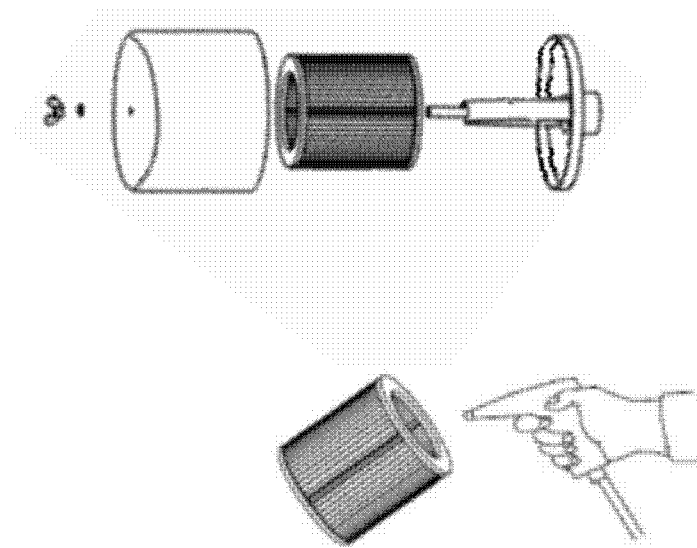

Рисунок 10
8.2.3 Очистка и замена фильтра воздушного (рис.10):